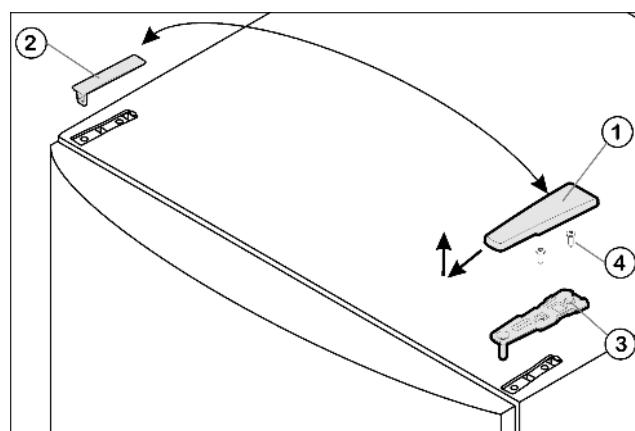

Fig. 4
- Потяните крышку Fig. 4 (1) вперед и вверх.
- Снимите крышку Fig. 4 (2).
- Открутите верхний опорный кронштейн Fig. 4 (3)(2 шт. Torx® 25) Fig. 4 (4) и вытяните вверх.
- Установите верхний опорный кронштейн Fig. 4 (3) на новой стороне шарнира и защелкните в дверце.
- Привинтите верхний опорный кронштейн (**с моментом 4 Нм**) (2 шт.) Fig. 4 (4). При необходимости проделайте отверстия или используйте аккумуляторную отвертку.
- Наденьте и защелкните крышку Fig. 4 (1) и крышку Fig. 4 (2) на противоположной стороне снаружи.